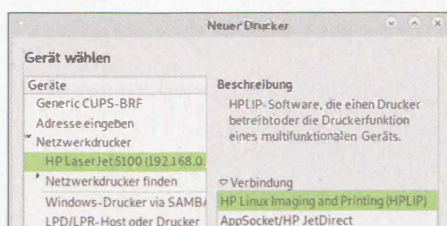

Bild 20: Verbindung zum HP-Drucker auswählen
- Klicken Sie nun auf den angezeigten Drucker. Bei *Verbindung* wählen Sie jenen mit *hplip* aus und bestätigen mit *Vorwärts*, Bild 20. Der Hinweis, dass Treiber gesucht werden, dauert einen